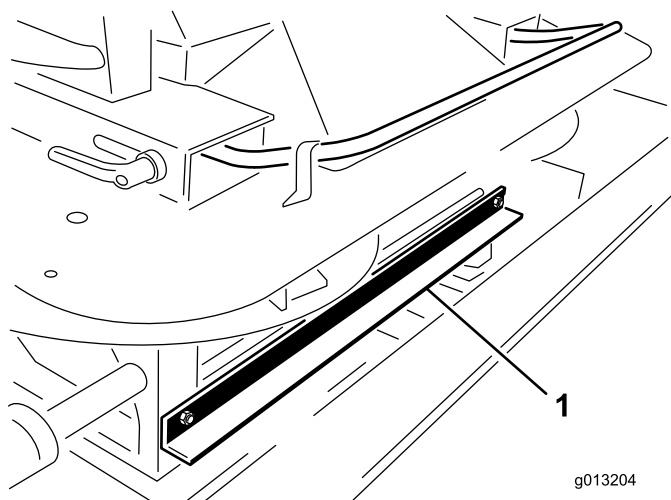

Figura 4
3. Nella parte frontale dello spargitore doppio, rimuovete i 2 bulloni e dadi che assicurano la staffa di spedizione del dispositivo di sollevamento della macchina allo spargitore doppio (Figura 4).